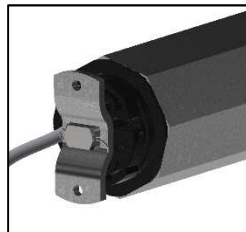

Abbildung 71
- » Motor, incl. Motorlager am Motorkopf mittels Sicherungsfeder am Bolzen 10x16 befestigt (Abbildung 71), komplett in der Antriebswelle vormontiert.